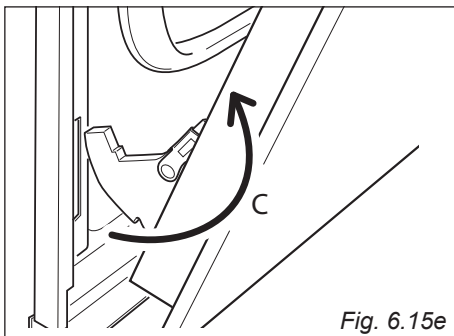

Fig. 6.15e
- Retirez les crochets de charniere de leur emplacement en suivant la fleche "C" (fig. 6.15e).